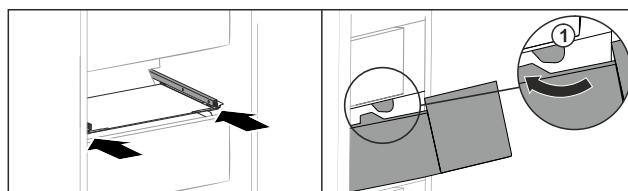

Fig. 168
- Прокарайте чекмеджето около ограничителите Fig. 168 (1).